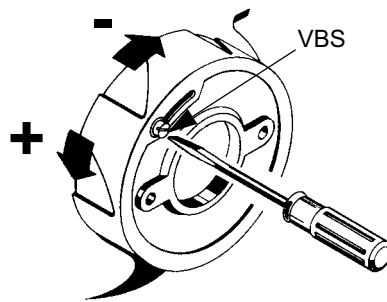

Fig. 23
- 13 Verificand valorile parametrilor de ardere, reglati debitul de aer actionand pe surubul **VSB** (Fig. 23) ; insurubati pentru a scadea debitul si desurubati pentru a il creste ;